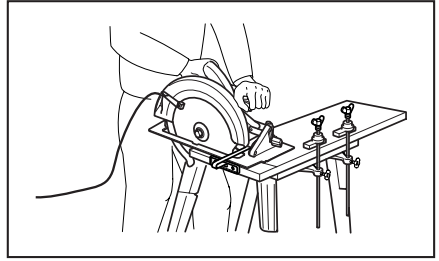

Fig. 4 Una ilustración típica del correcto apoyo de las manos, apoyo de la pieza de trabajo, y tendido del cable de alimentación.
**ADVERTENCIA:** Es muy importante apoyar debidamente la pieza de trabajo y sujetar firmemente la sierra para evitar la pérdida de control que podría ocasionarle heridas personales. La Fig. 4 muestra el apoyo de manos típico para la sierra.